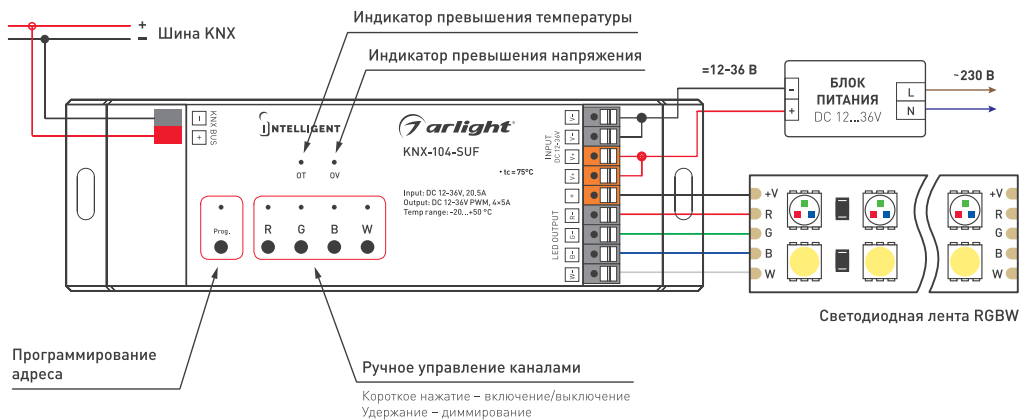

Рисунок 1. Схема подключения диммера.
- 3.3. Выполните подключение диммера в соответствии со схемой Рис.1 и маркировкой на корпусе диммера.